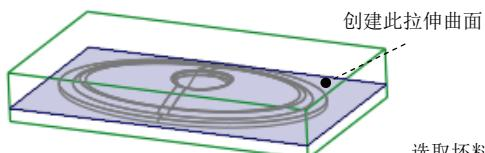
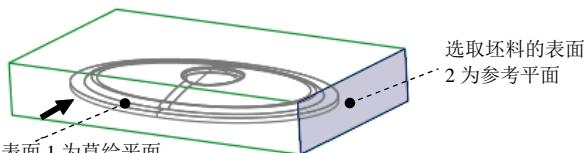

图 21.30 创建拉伸曲面
图 21.31 定义草绘平面
Step6. 通过“拉伸”的方法，创建图 21.30 所示的拉伸曲面。
(1) 取消坯料的遮蔽。
(2) 单击**分型面**功能选项卡**形状**▼区域中的按钮，此时系统弹出“拉伸”操控板。
(3) 定义草绘截面放置属性。右击，从系统弹出的菜单中选择**定义内部草绘...**命令；在系统选择一个平面或曲面以定义草绘平面。的提示下，选取图 21.31 所示的坯料表面 1 为草绘平面，接受图 21.31 中默认的箭头方向为草绘视图方向，然后选取图 21.31 所示的坯料表面 2 为参考平面，方向为右。然后单击按钮。